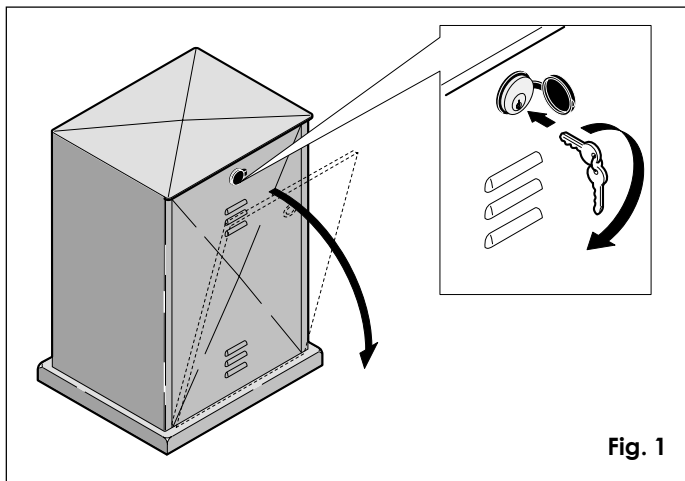

Fig. 1
- Aprire lo sportello del carter di protezione per mezzo della chiave in dotazione (vedi Fig. 1).
- Aprire lo sportello del carter di protezione per mezzo della chiave in dotazione (vedi fig. 1).
- Open the door in the casing using the triangular key provided (see Fig. 1).